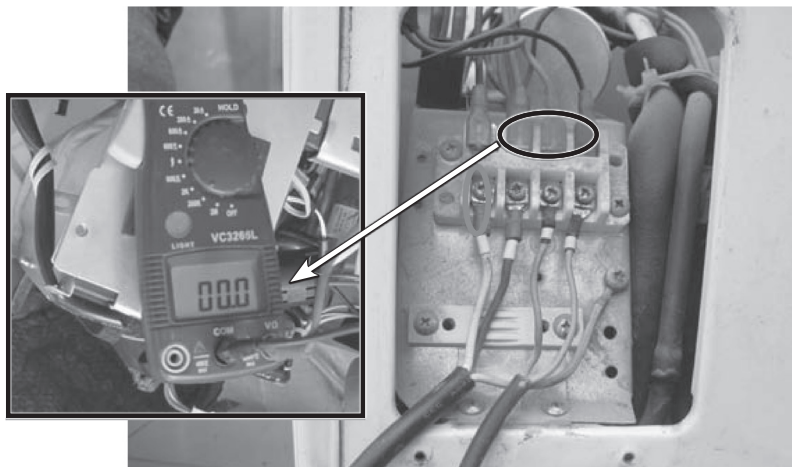

图 6-26 测量室外机 N 线与③、④、⑤线电压
- 3) 到室外机接线端子测量，N 线与③、④、⑤线电压均为 0V ，如图 6-26 所示。